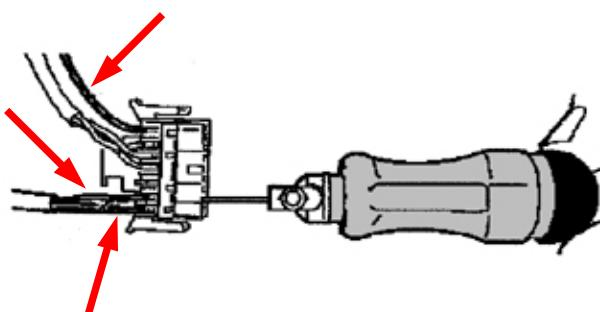

Fig. 3
- Sbloccare i 3 contatti indicati (v. fig. 3) con un attrezzo adatto ed estrarli dal connettore.